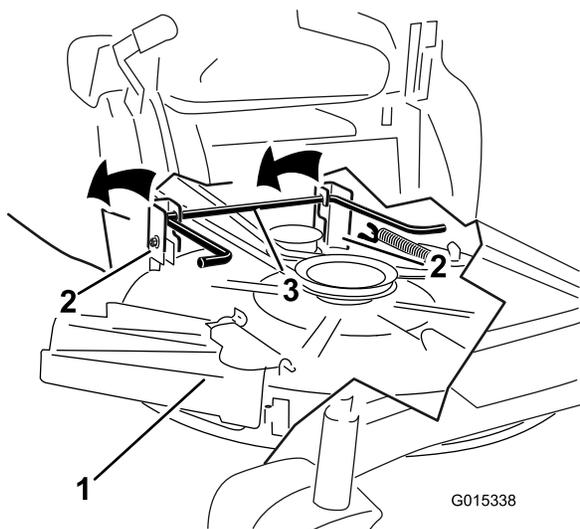

Figura 71
7. Alzate il tosaerba e i supporti di sostegno dall'asta di sollevamento posteriore e abbassate con cautela il tosaerba al suolo (Figura 71).
5. Alzate la parte posteriore del piatto di taglio e guidate i supporti di sospensione lungo l'asta di sollevamento posteriore (Figura 71).